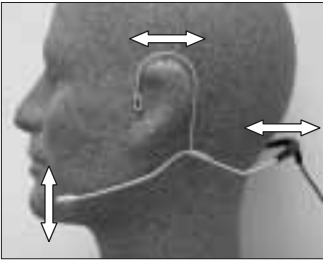

Fig. 3 : Position correcte du micro sur la tête
1. Mettez le serre-tête sur la nuque comme indiqué à la Fig. 3.
Voir fig. 3.